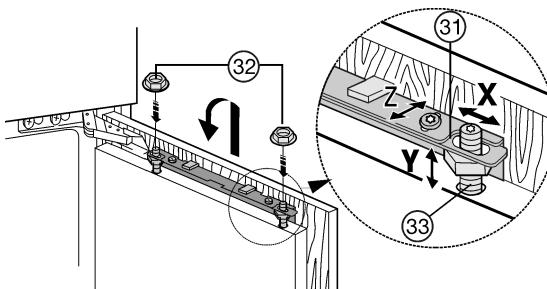

Fig. 20
- Möbeltür auf die Justagebolzen Fig. 20 (33) einhängen und Kontermuttern Fig. 20 (32) locker auf die Justagebolzen schrauben.
- Möbeltür in der Höhe und seitlichen Neigung ausrichten: Justagebolzen Fig. 20 (33) mit einem Schraubendreher einstellen.
- Kontermuttern Fig. 20 (32) anziehen.